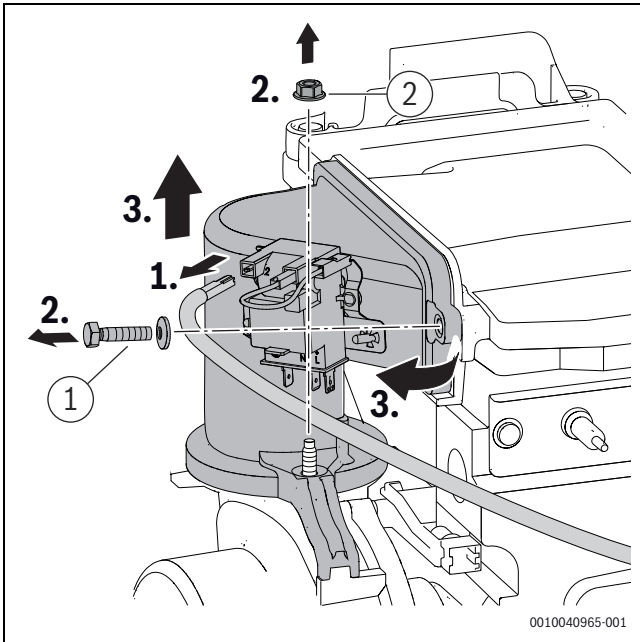

Bild 71 Mischeinrichtung ausbauen
- Schraube und Mutter ([1] und [2], Bild 71) an der Mischeinrichtung mit 5,5+0,5 Nm festziehen.